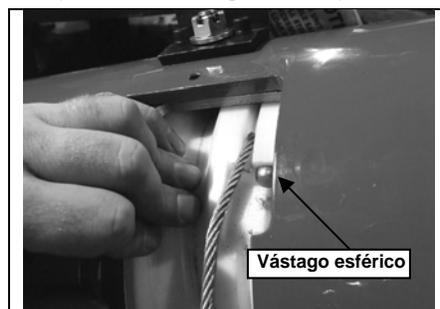

Figura 4-11
Paso 12. Inserte el cable a través de la base del vástago esférico hasta que salga por el otro costado de la bobina. (Consulte la Figura 4-11)